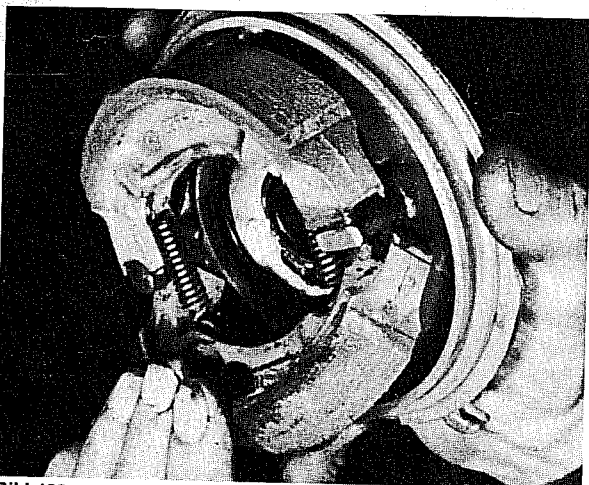

Bild 128
- Bremsbetätigungshebel an der Ankerplatte so verdrehen, dass die Backen voll ausgehoben sind, dann entgegen der Federspannung vom Bremsnocken und vom Lagerbolzen abheben und die Backen in «V»-Form von der Ankerplatte abnehmen, zusammen mit ihren Rückholfedern. Diese lassen sich nach dem Abheben der Backen leicht aushängen (Bild 128).